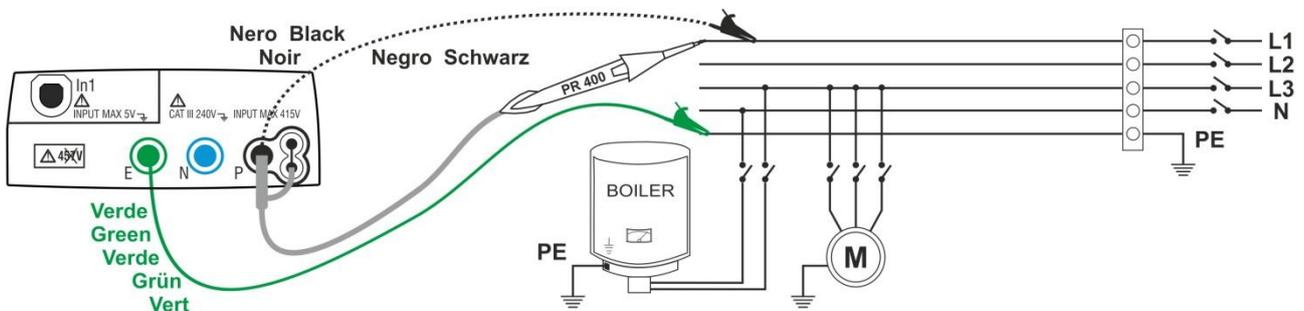
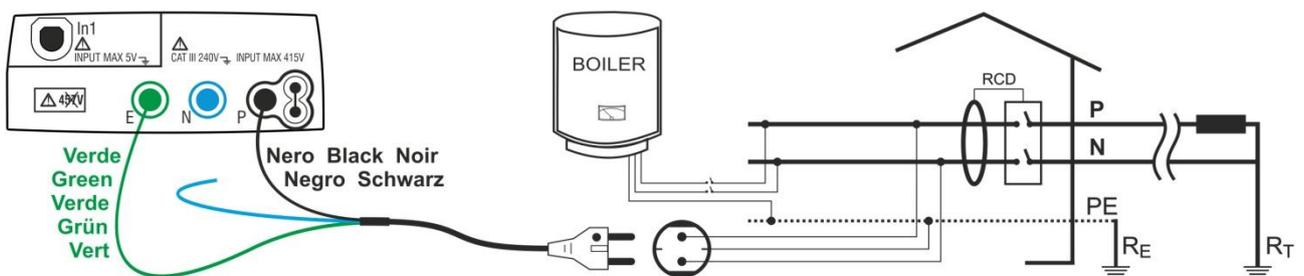

Fig. 8: Verificação do isolamento entre fase e terra através dos cabos individuais e ponteira remota
Fig. 9: Verificação do isolamento entre fase e terra através da ficha shuko
6. Ligar os crocodilos e/ou as ponteiras e/ou a ponteira remota às extremidades dos condutores em exame de acordo com as Fig. 8 e Fig. 9.